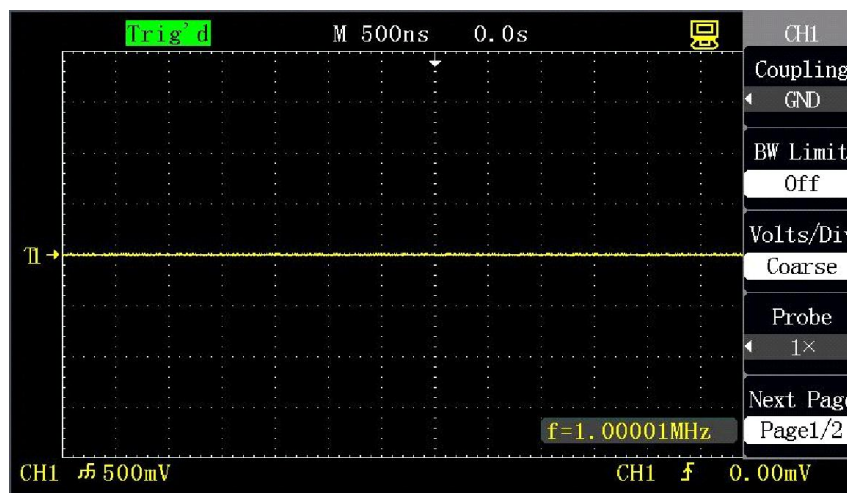

Figura 2-8 Configuração de GND
3. Pressione [CH1→] “Coupling→” “GND” e configure um modo GNC. Tanto o componente de CC como o componente de CA contidos no sinal medido serão rejeitados, como mostrado na figura 2-8.